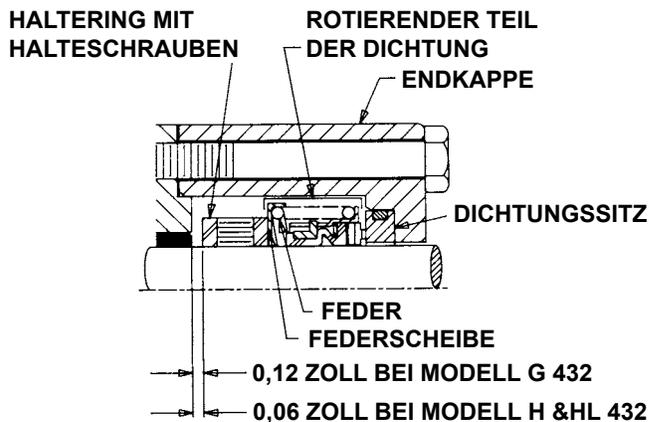

ABBILDUNG 15
Einbau der Gleitringdichtung: Setzen Sie den Haltering auf die Welle und ziehen Sie die Halteschrauben fest. Die Positionierung ist in Abbildung 15 dargestellt.
- Zuerst muß die Federscheibe und die Feder auf die Welle geschoben werden, und zwar in dieser Reihenfolge. (Siehe Abbildung 15).